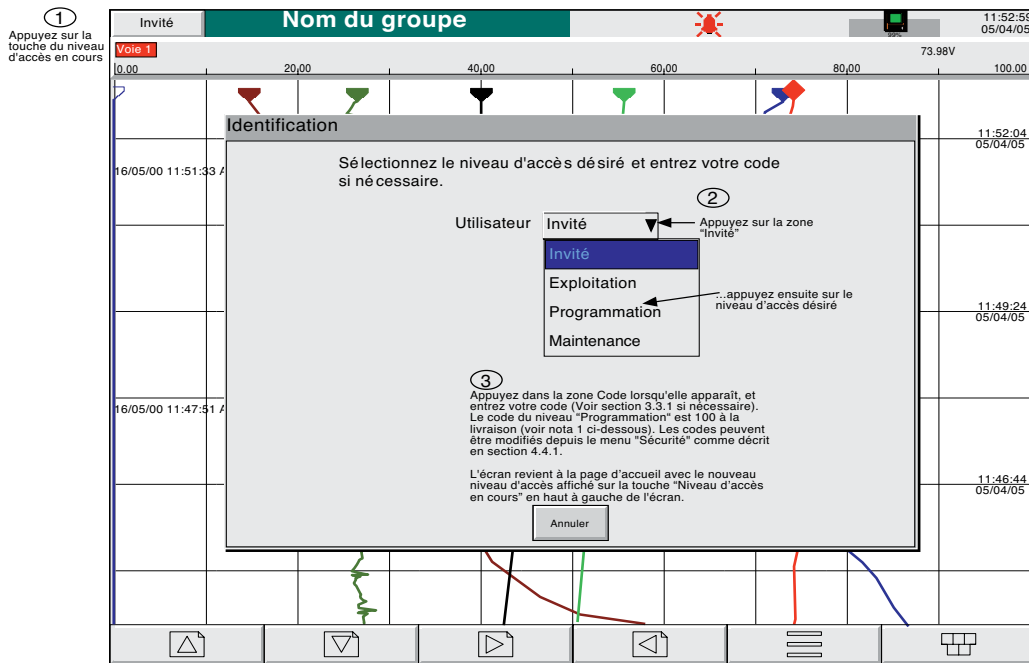

Figure 3.3.1a Accès à la configuration
- 1 Dès que l'initialisation de l'enregistreur est terminée, touchez le bouton indiquant le niveau d'accès en cours (figure 3.3.1a).
3. La figure 3.3.1a montre l'identification par liste d'utilisateurs qui est la méthode par défaut. Si l'option pack traçabilité et/ou l'option de gestion de la sécurité sont présentes, vous pouvez également utiliser une autre procédure où chaque utilisateur doit saisir un nom et un mot de passe correspondant - autrement dit, il n'y a pas de liste d'utilisateurs/niveaux d'accès à sélectionner. Voir les détails à la section 4.4.2 (Gestion).